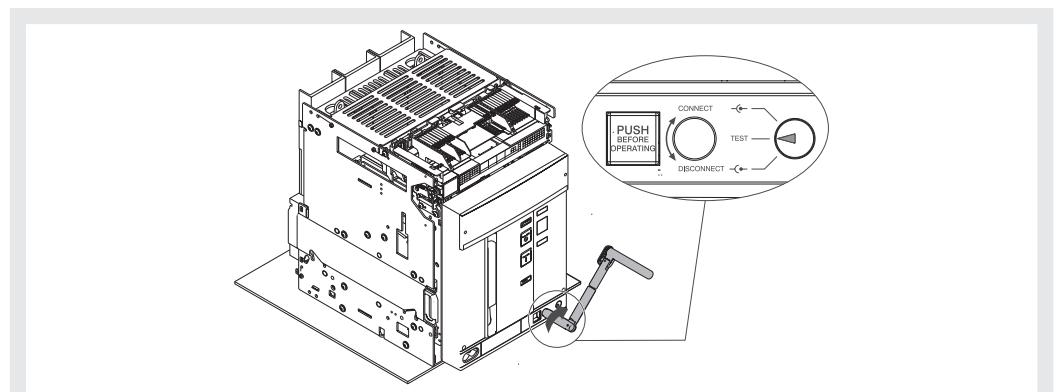

Figura 45
10. Ruotare la manovella in senso orario fino a quando il pulsante fuoriesce ed il segnalatore indica che l'interruttore è in posizione **TEST**. Vedi Figura 45.